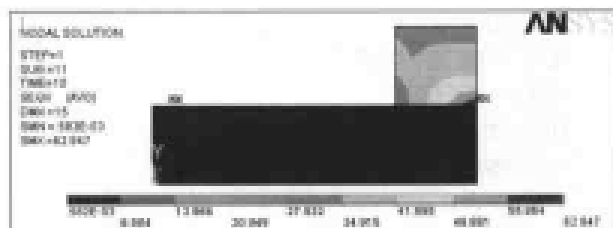

图 13-184 等效应力场等值线
(2) 选择 Main Menu | General Postproc | Plot Results | Contour Plot | Nodal Solu 命令, 出现 Contour Nodal Solution Data 对话框, 在 Item to be contoured 列表框中选择 Nodal Solution | Stress | von Mises stress 选项, 单击 OK 按钮, ANSYS 窗口将显示如图 13-184 所示的滑块内部等效应力场等值线图。